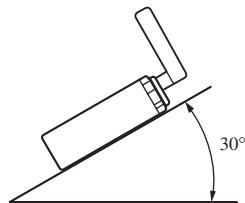

Fig. 6
- Se l'angolo di installazione supera i 30° rispetto alla posizione orizzontale, l'apparecchio potrebbe non fornire prestazioni ottimali. (Fig. 6)